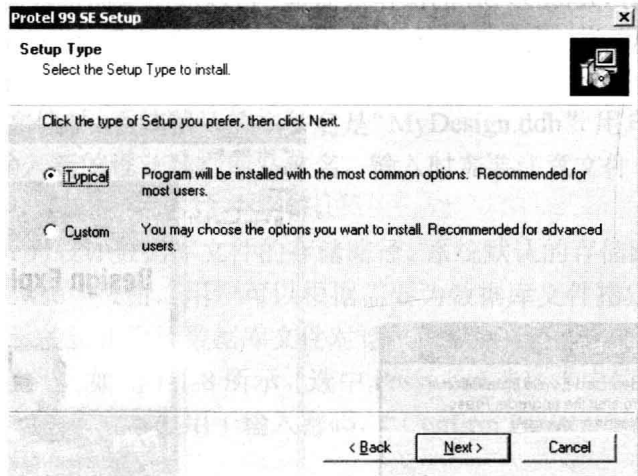

图 1-1-3 选择安装方式对话框
④ 安装路径确定后, 单击 “Next” 按钮进入下一步, 窗口显示如图 1-1-3 所示, 向导要求选择安装方式。